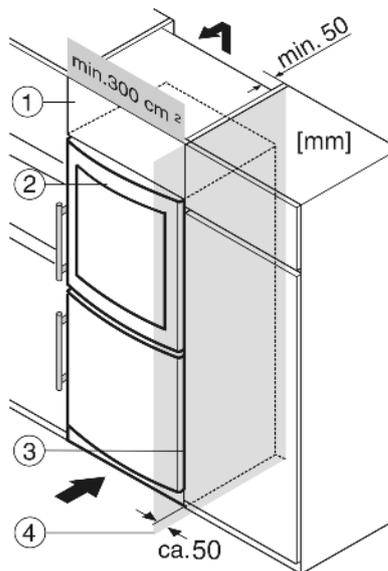

Fig. 20
- (1) Mobile da appoggio
- (2) Apparecchio
- (3) Mobile da cucina
- (4) Parete
L'apparecchio può essere incassato nell'arredamento per la cucina. Per adattare l'apparecchio Fig. 20 (2) all'altezza della cucina componibile, è possibile applicare sopra l'apparecchio un adeguato mobile da appoggio Fig. 20 (1).
Nell'incasso con mobili da cucina a norma (profondità max. 580 mm) l'apparecchio può essere installato direttamente accanto al mobile da cucina Fig. 20 (3). La porta dell'apparecchio sporge di lato 34 mm e al centro dell'apparecchio 50 mm rispetto alla parte anteriore del mobile da cucina. Questo consente una perfetta apertura e chiusura.
Se l'apparecchio con cerniere viene installato accanto ad una parete Fig. 20 (4), la distanza minima fra l'apparecchio e la parete deve essere almeno di 50 mm che corrisponde alla sporgenza della maniglia con la porta aperta.